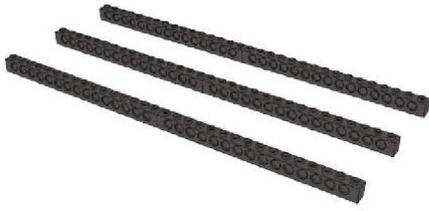

図3 ハードル(1×16 のレゴテクニクブロック2本)
8. ハードルは 1 × 16 のレゴテクニックブロック2本.(図3参照)